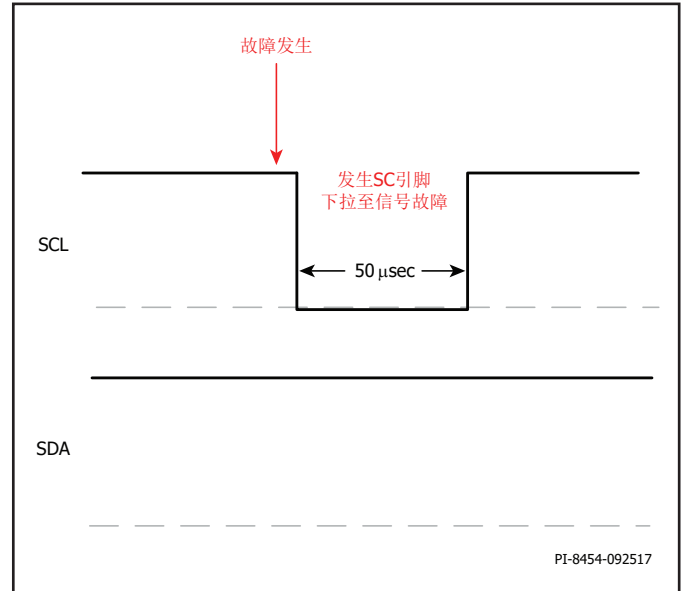

图17. 闲置I²C期间的中断掩码
1. 当SCL引脚处于闲置模式时（见图17），一旦检测到故障，就会发生故障中断。中断将SCL引脚下拉50ms，然后释放回HI状态。